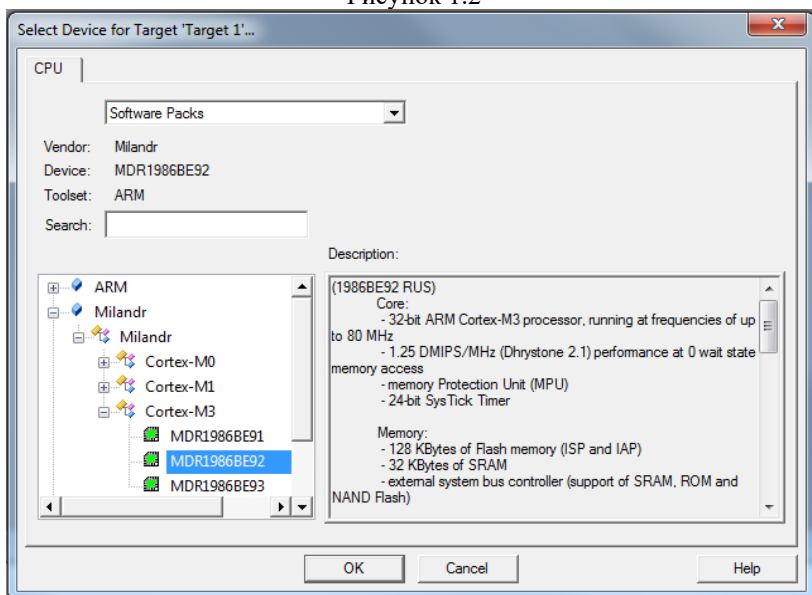

Рисунок 1.3
4. Далее необходимо выбрать марку микроконтроллера MDR1986BE92 (Рисунок 1.3).